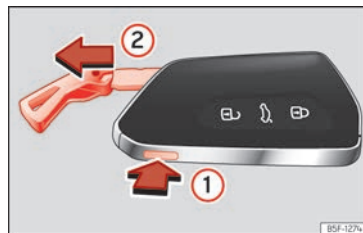

Abb. 70 Fahrzeugschlüssel: Schlüsselbart herausziehen.
- Drücken Sie die Taste » (Abb. 70) ①, um die Öse als Schlüsselband freizugeben und den Schlüsselbart herauszuziehen ②. Durch leichten Druck auf die Öse wird diese als Schlüsselband freigegeben.
- Zum Entriegeln drücken Sie die Taste »» (Abb. 70) ①. Halten Sie die Taste ① gedrückt und ziehen Sie gleichzeitig die Öse in Pfeilrichtung »» (Abb. 70) ②, um den Schlüsselbart vollständig herauszuziehen.